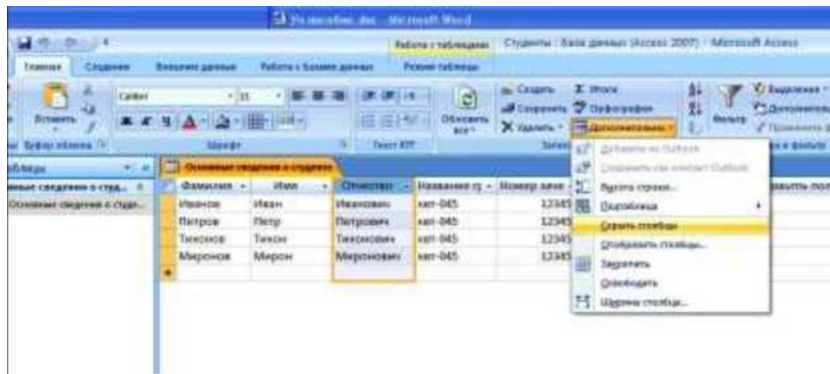

Рис. 2.7. Использование контекстного меню для скрытия столбцов
- 2) Выбрать в меню **Дополнительно** команду **Скрыть столбцы (Hide Columns)** или нажать правую кнопку мыши на выделенном столбце и в контекстном меню выбрать команду **Скрыть столбцы (Hide Columns)** (рис. 2.7).